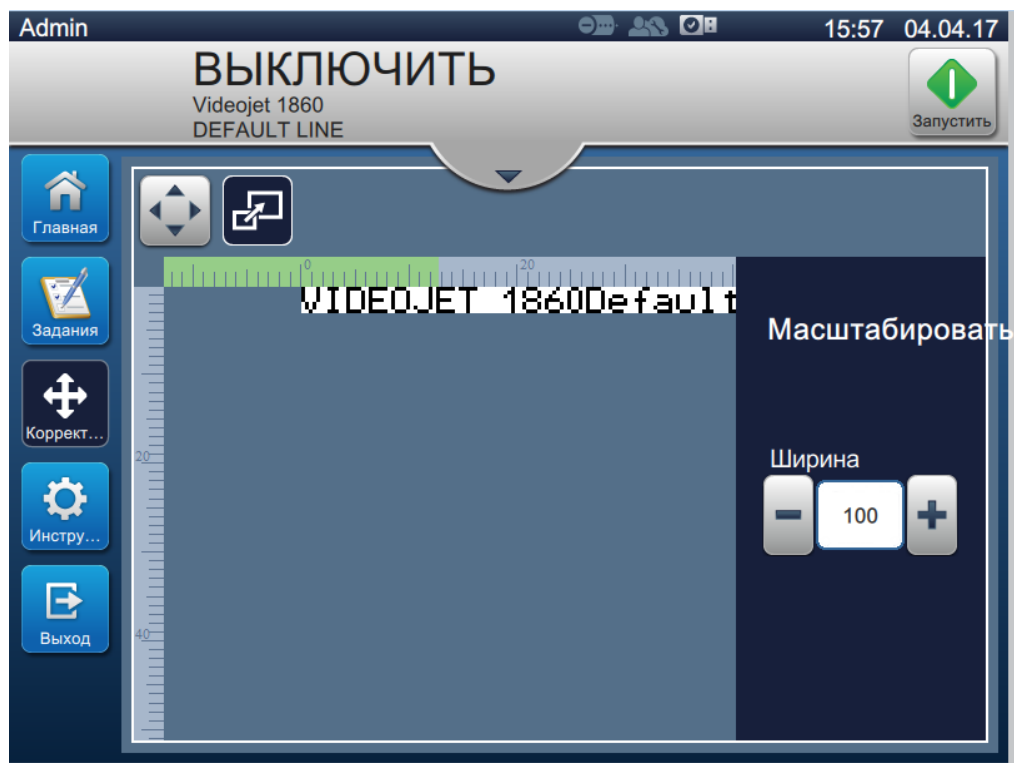

Рис. 4-10. Настройка масштаба
1. Коснитесь кнопки , чтобы отобразить текущее значение разделителя масштаба, как показано на Рис. 4-10.